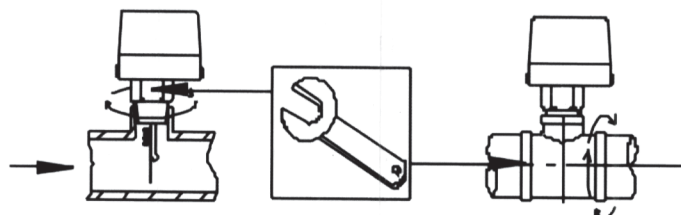

图 2
- 绝对禁止扳手碰撞开关底板, 导致流量开关变形失效; (图2)